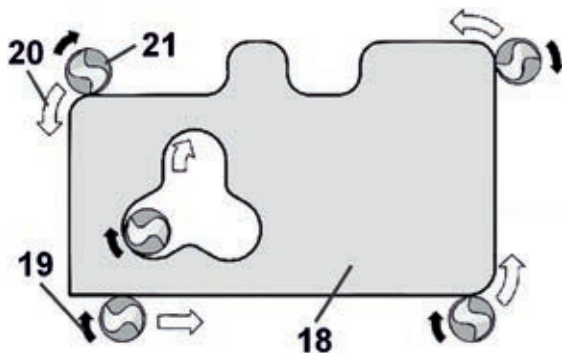

Рисунок 7
5.2.6 Медленно и плавно перемещайте рабочую плиту по поверхности изделия с установленной глубиной фрезерования в направлении, противоположном направлению вращения фрезы (рисунок 7), то есть с внешней стороны материала фрезеровку следует производить против направления движения часовой стрелки, а с внутренней стороны – по направлению движения часовой стрелки.